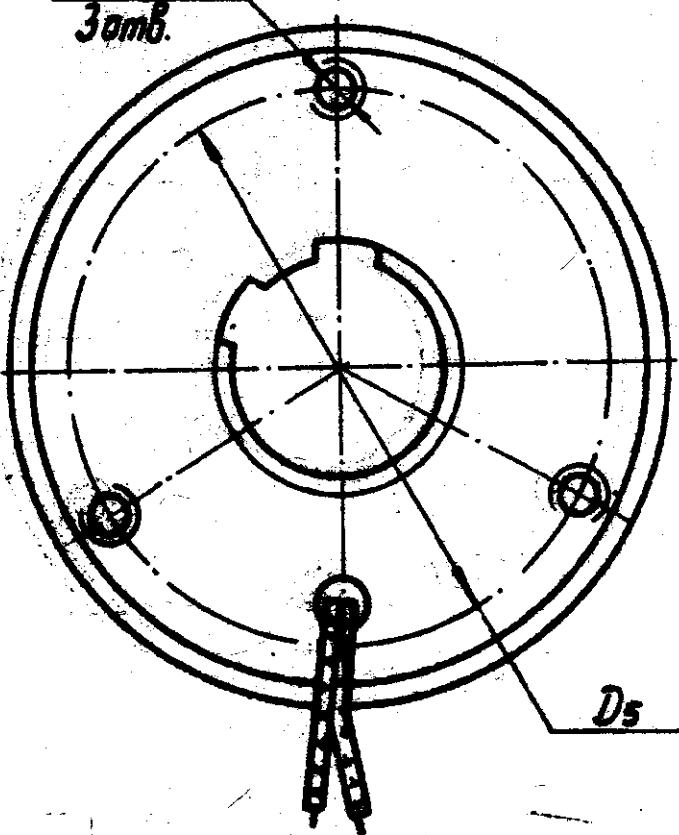
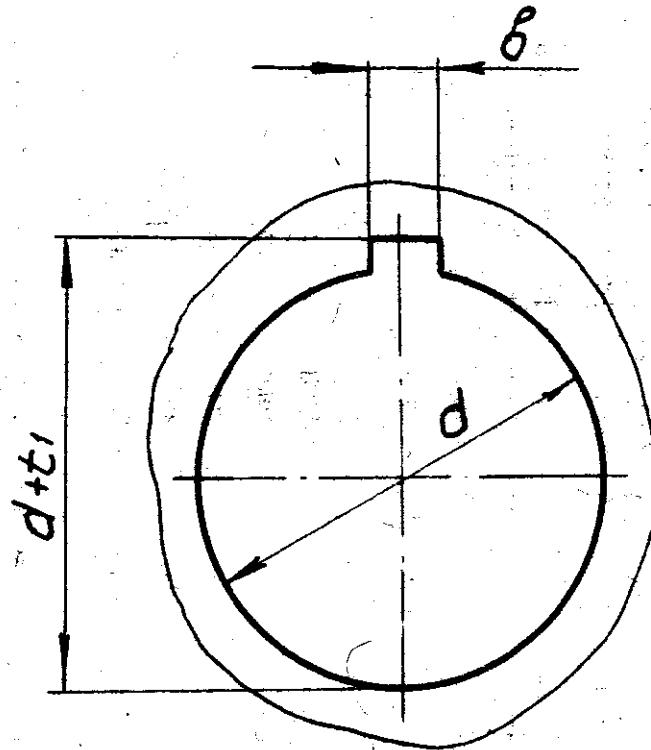

Рис. 2. Муфты бесконечные
Рис. 4. Гладкое посадочное отверстие.
I — см. рис. 1; II — см. рис. 2.
4.2. При монтаже втулка муфты жестко связывается с ведущим (ведомым) валом при помощи шлицев или шпонки (рис. 4). Держатель бесконтактной муфты крепится при помощи винтового соединения (отверстие d_1 , рис. 2).
величину зазора δ (см. рис. 2 и табл. 3) между корпусом и держателем;